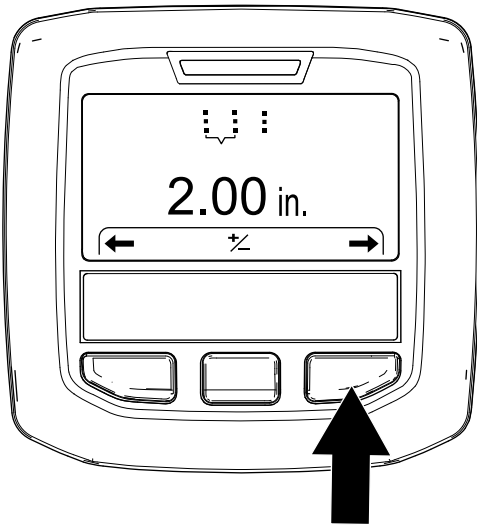

Bild 48
4. Drücken Sie die rechte InfoCenter-Taste, um den Bildschirm zum „Einstellen des Lochabstands“ anzuzeigen (Bild 48).